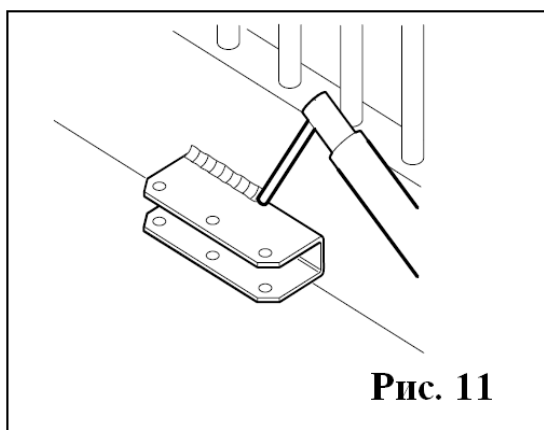
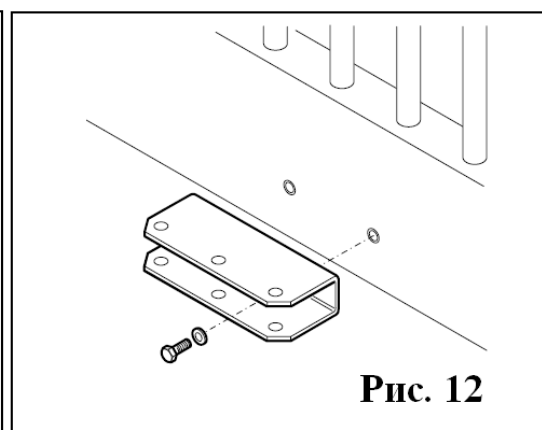

Рис. 11
Рис. 12
- Кронштейн переднего узла крепления можно приварить непосредственно на створке (рис. 11), либо зафиксировать с помощью болтового соединения (рис. 12).